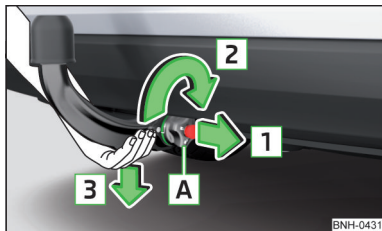

Abb. 219
- Die Kugelstange **von unten** fassen » Abb. 219.